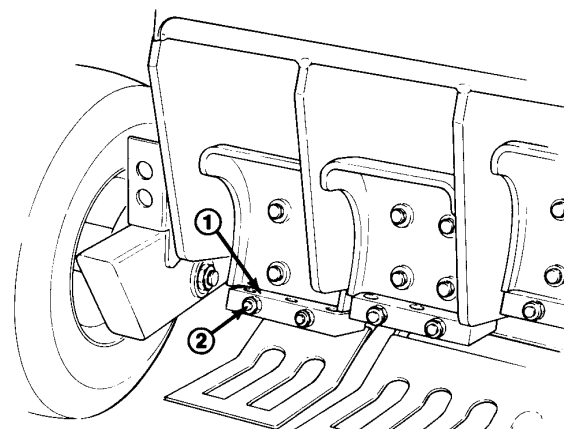

Bild 9
4. Die zwei Skt.-Muttern an beiden Zinkenblöcken soweit lockern, bis die Zinken eingeführt werden können. Die Zinken soweit einführen, bis diese am Flansch im Zinkenblock anschlagen (Bild 9).